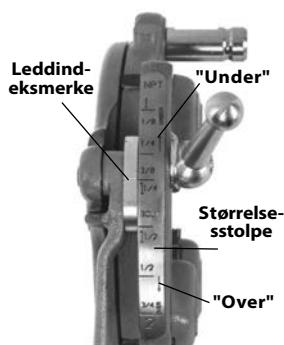

Figur 6 – Sette inn gjengebakker
- Løft tungen på skiven ut av sporet på størrelsesstolpen. Flytt skiven til enden av sporet (figur 6).
- Sett passende gjengebakker inn i gjengehodet, nummerert kant opp inntil indikatorlinjen er i flukt med kanten på gjengehodet (se figur 6). Tallene på gjengebakken må stemme med tallene på sporene på gjengehodene. Skift alltid gjengebakken som sett – ikke miks gjengebakker fra ulike sett.